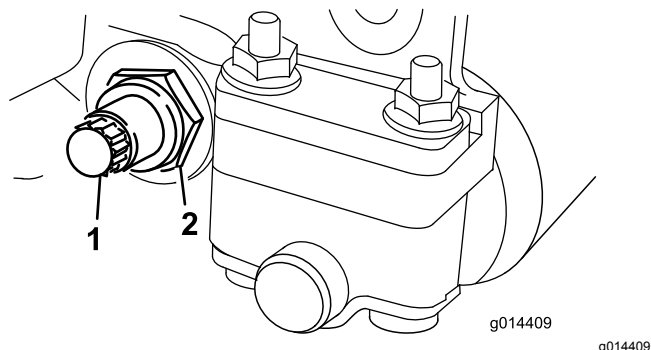

Figura 23
3. En cada lado de la máquina, afloje la contratuerca que sujeta el perno de la barra de asiento (Figura 23).
4. Retire todos los pernos de la barra de asiento, para poder tirar de la barra hacia abajo y retirarla de la máquina (Figura 23).